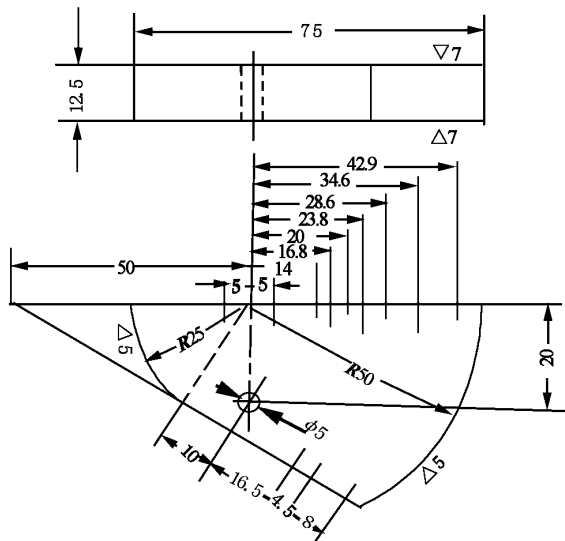

图1 材料 TC11 钛合金
4.2.1 用图 1 所示的试块检查探头的声束入射点及在钛合金中的折射角。如果折射角不是 45° 应修整探头(有机玻璃的斜楔)。工作频率为 2.5 兆赫。